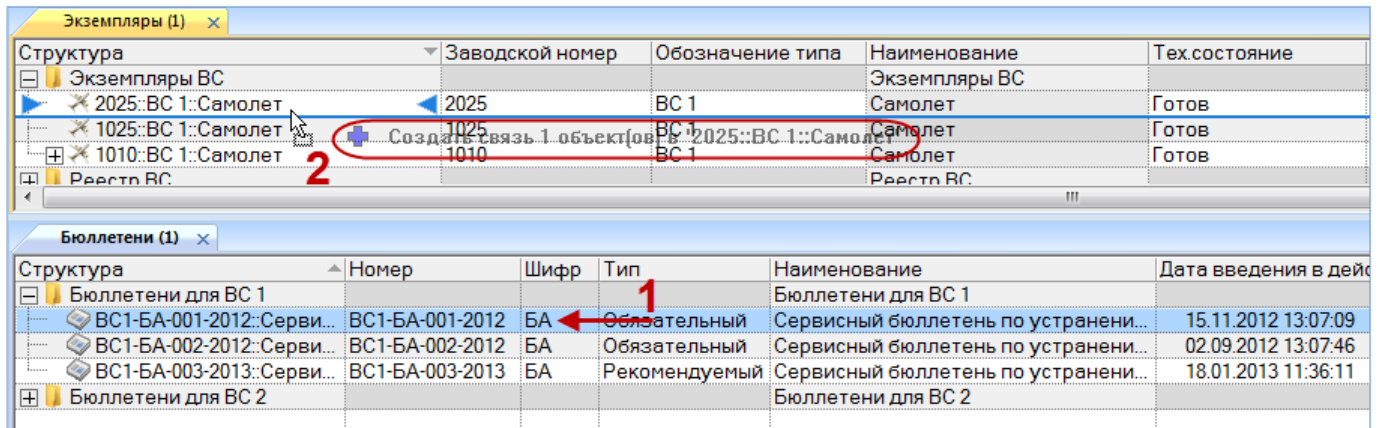

Рис. 13-522 – Переместить бюллетень к экземпляру ВС
- 5) В появившемся окне нажать кнопку «Да», чтобы подтвердить действие (рис. 13-522).